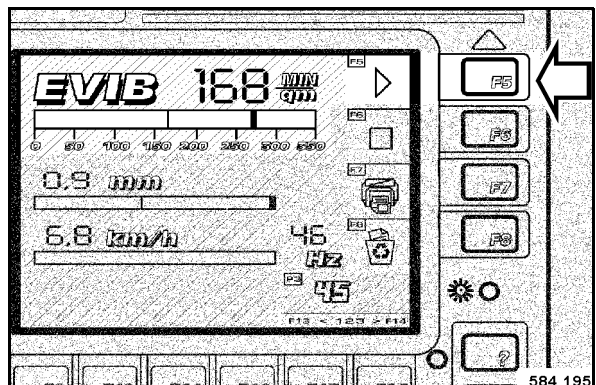

fig. 97
- Lors de l'atteinte du repère 1, appuyer sur la touche F5 "START" (fig. 97).